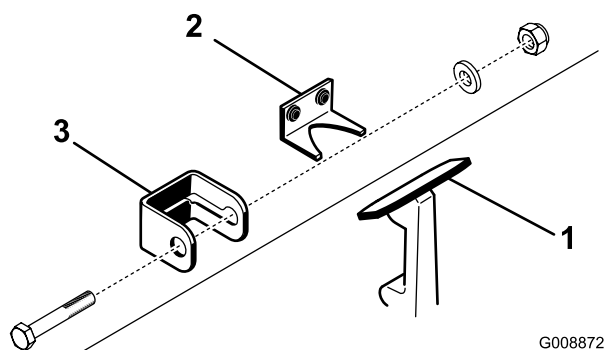

Figura 7
1. Sganciate il fermaglio del cofano dalla staffa (Figura 7).
2. Collocate la staffa di chiusura del cofano sul fermaglio (Figura 7).
3. Agganciate il fermaglio sulla relativa staffa (Figura 7).
4. Inserite un bullone (6 x 38 mm) attraverso la staffa di chiusura del cofano e fissatelo con una rondella piana e un dado di bloccaggio (Figura 7).